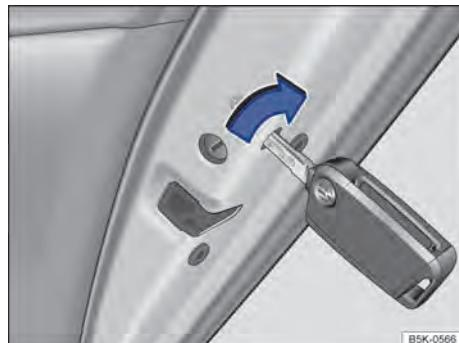
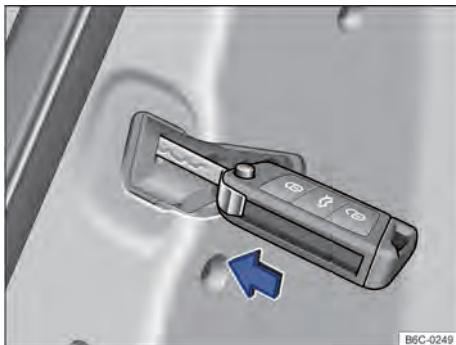

Fig. 56 Travamento de emergência do veículo com a chave do veículo (variante 1).
Fig. 57 Nas portas, dianteira direita e traseiras: travamento de emergência do veículo com a haste metálica da chave (variante 2).
Dependendo da versão do veículo o local de travamento das portas pode variar → Fig. 56 ou → Fig. 57.
- Inserir a haste metálica da chave na fenda vertical → Fig. 56 e girar. Ou
- Inserir a haste metálica da chave na fenda vertical → Fig. 57 e pressionar.